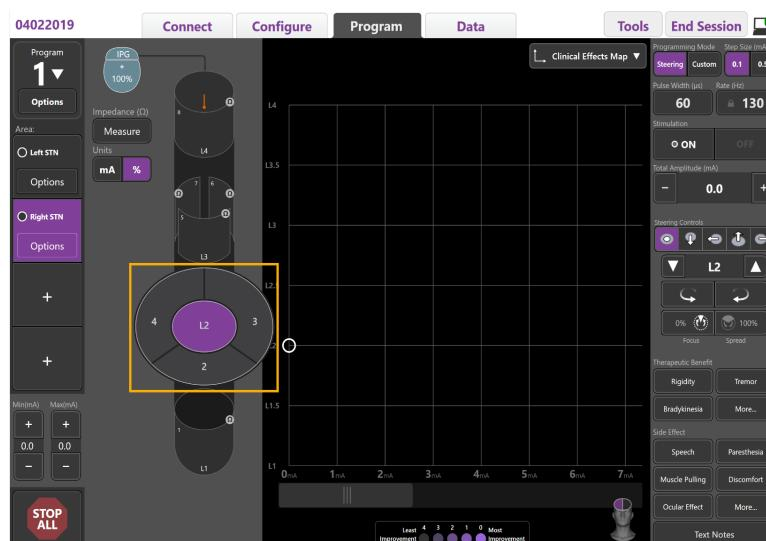

Figura 8. Seletor de contactos direcionais
2. Selecione um contacto para o definir como cátodo. Pode criar uma extensão igual da corrente ao longo do nível de contactos ("modo de anel") selecionando qualquer ponto dentro desse nível e, em seguida, selecionando o botão central. Para definir um único segmento direcional como um cátodo, selecione qualquer ponto nesse nível e, em seguida, selecione o botão correspondente (Figura 8).